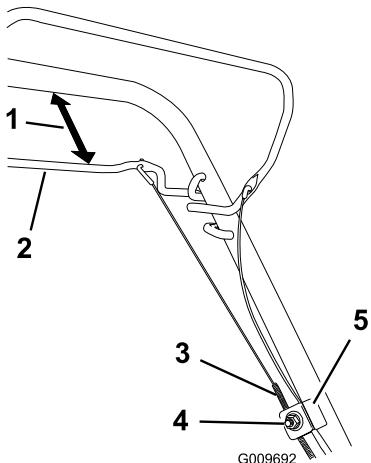

Bild 30
1. Lösen Sie die Kabelstützenmutter (Bild 30).
2. Halten Sie den Selbstantriebsbügel 25 mm bis 38 mm vom Holm entfernt (Bild 30).
3. Ziehen Sie den Kabelmantel (zur Maschine), bis das Kabel stramm ist (Bild 30).